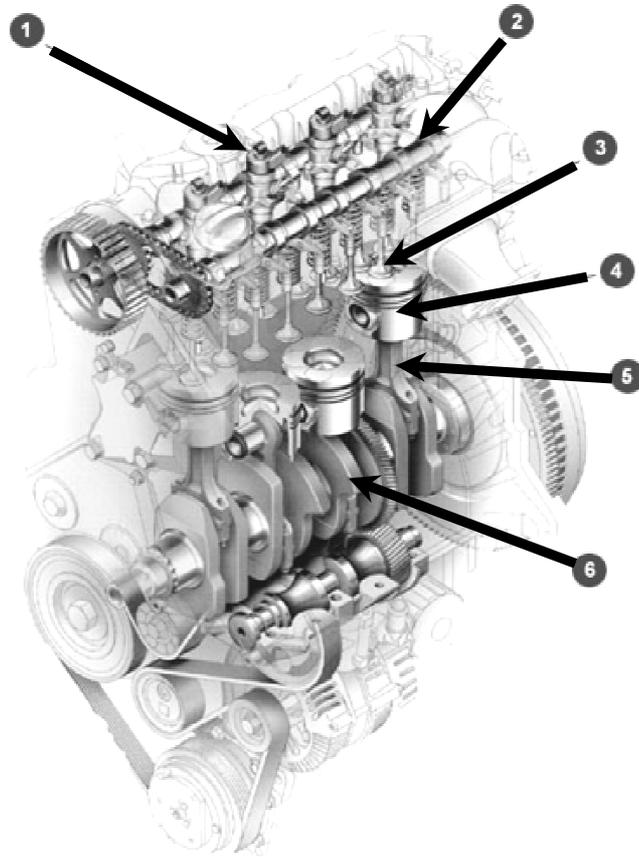

Figure 1: écorché moteur diesel
- 1.2 La Figure 1(document réponse) présente un écorché d'un moteur diesel. Donner le nom et la fonction des éléments 1 à 6.